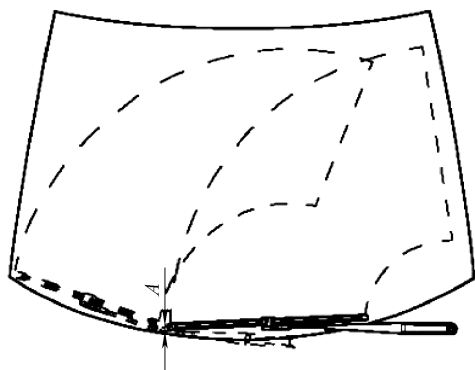

图 5-3-6 刮水器调整位置
① 驾驶人侧。刮水器片上部和落水槽盖板上部的距离(A)为 $(25 \pm 10)\text{mm}$,如图 5-3-6 所示。必要时,通过移动刮水器臂调整刮水器片的停止位置。